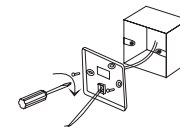

Рис. 2
- Как показано на рис.2, закрепите заднюю крышку пульта на стене или распаечной коробке с помощью комплектных саморезов M4x20.